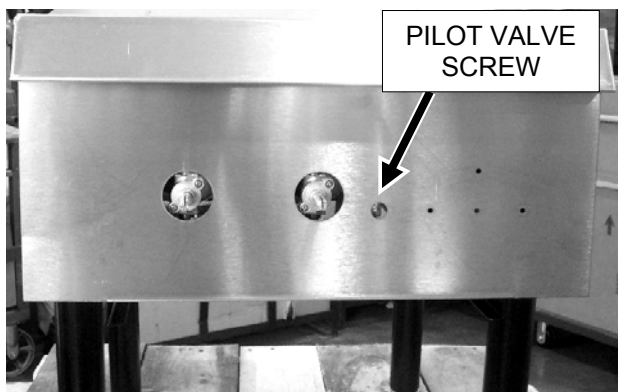
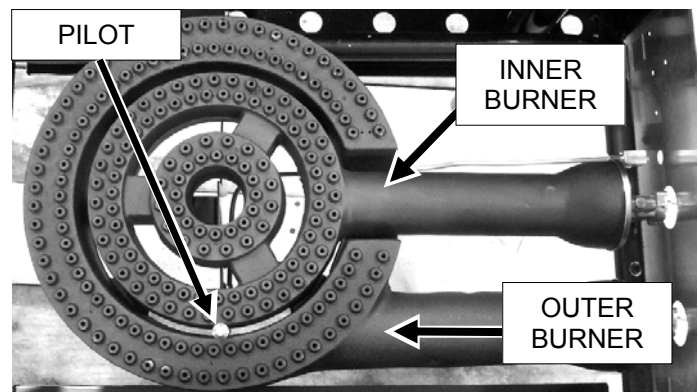

Fig. 5
Fig. 6
The burner is in two sections, controlled by two heavy duty infinite control valves. The center "Star" section (Fig. 6) is on separate burner with an input of 55,000 BTU/hr. It is controlled by the right burner valve knob. The outer circle of the burner (Fig. 6) is the other separate 55,000 BTU/hr input burner, controlled by the left burner valve knob.
3. Light standing pilot with a lit taper (see Fig 6). Adjust pilot to ¼” high flame, if necessary, by turning pilot valve adjusting screw (see Fig. 5) counterclockwise to increase or clockwise to decrease flame.
3. Allumer la veilleuse permanente en utilisant une bougie conique (Fig.6). Régler la veilleuse à une hauteur de flamme de 6 mm (1/4 po), si nécessaire, en tournant la vis de réglage du robinet de veilleuse (Fig. 5) dans le sens inverse des aiguilles d'une montre pour augmenter la flamme ou dans le sens des aiguilles d'une montre pour la réduire.
Le brûleur est en deux sections, commandé par deux robinets de commande à service intense, à réglage infini. La section centrale « Star » (Fig. 6) est sur un brûleur séparé qui fournit un débit de 55 000 BTU/h. Il est contrôlé par le bouton de robinet du brûleur gauche. Le brûleur (Fig. 6) est l'autre brûleur séparé qui fournit un débit de 55 000 BTU/h, commandé par le bouton de robinet du brûleur gauche.